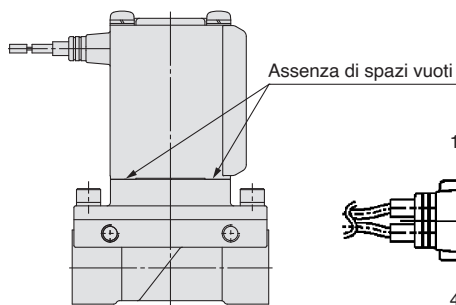
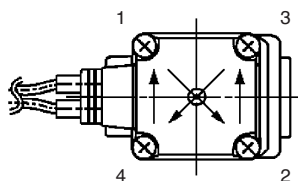

Fig.1
Fig. 2
- 3) Spingere l'assieme bobina contro il corpo e serrare le viti a due o più giri in diagonale (Fig. 2) in modo che non vi siano spazi vuoti tra l'assieme bobina e il corpo (Fig. 1).
* Dopo aver serrato le viti, accertarsi che non vi siano spazi vuoti tra la bobina e il corpo (Fig. 1).